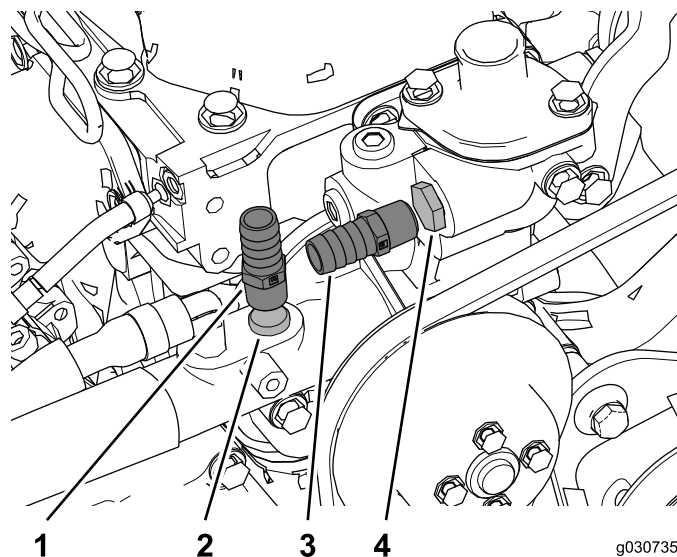

Figura 35
2. Togliete i tappi dei flessibili di mandata e ritorno del riscaldamento dal motore e montate il raccordo (3/8 NPT x 0,625 dentellato) come illustrato nella Figura 35.